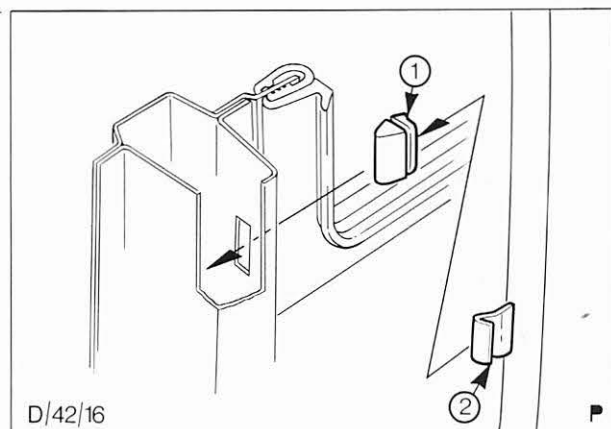

Abb. 17 Gummilager (1) und Scharnierhaken (2) – Scharnierfenster
2. Fensterscheibe um ca. 30° ausstellen und vorn aus den Gummilagern an der B-Säule aushängen. Dazu Scheibe leicht hin und her kippen. Abb. 17.